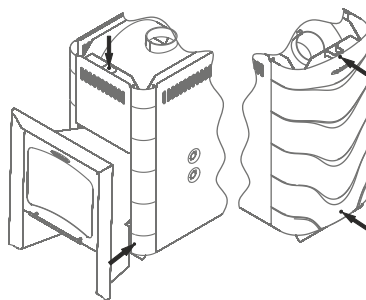

Рисунок 8. Саморезы для демонтажа конвектора печи.
2. Снять конвектор, открутив 5 саморезов (рисунок 8)